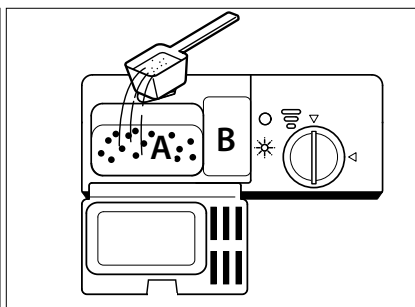

Fig. 13
- ▶ Aggiungere il detersivo in polvere o in pastiglie nel vano di dosaggio (3) di sinistra (vedere la **fig. 13**).